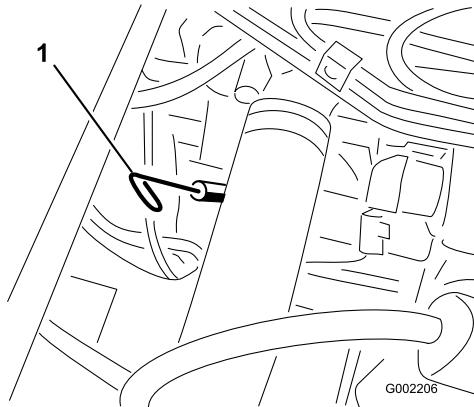

Bild 39
- Nehmen Sie den Peilstab heraus, der sich unter dem Fahrersitz befindet, und wischen Sie ihn mit einem sauberen Lappen ab (Bild 39). Stecken Sie den Peilstab in das Rohr und stellen Sie sicher, dass er vollständig eingeführt ist. Nehmen Sie den Peilstab heraus und prüfen Sie den Ölstand.
13. Nehmen Sie den Ölfülldeckel ab und gießen Sie langsam 80 % der angegebenen Ölmenge am Öleinfüllstutzen in den Motor (Bild 39).